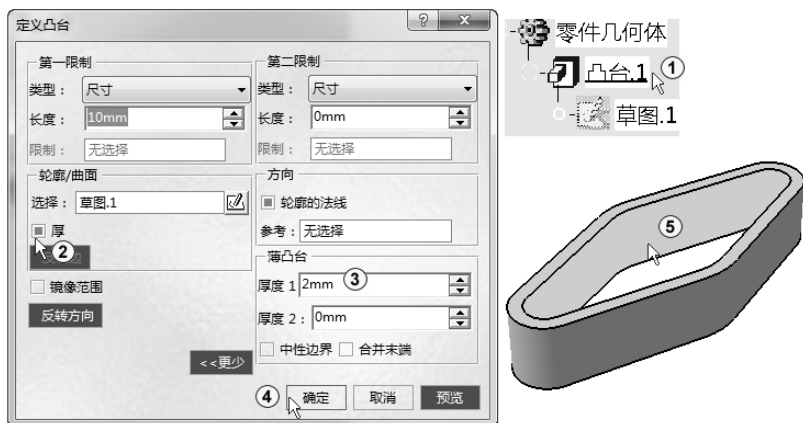

图 2-32 “厚度 1”模型
双击“凸台.1”，系统弹出“定义凸台”对话框，选中“厚”复选项，在“薄凸台”选项组的“厚度 1”文本框中输入 2，其他采用默认设置，单击“确定”按钮，如图 2-32 中①～⑤所示。可以看到“厚度 1”是向内加厚。